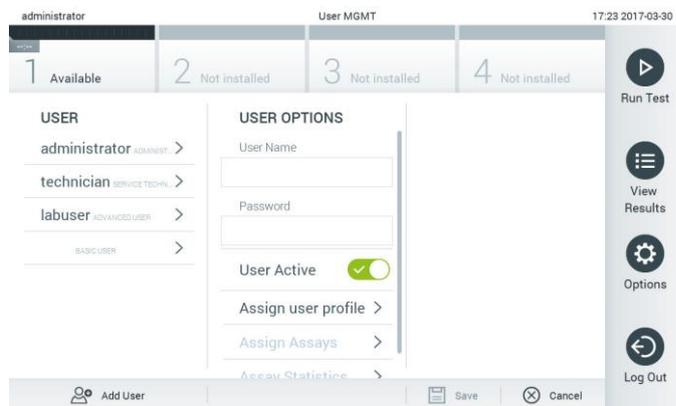

Figura 52. Adición de un usuario nuevo.
1. Pulse el botón Options (Opciones) y, a continuación, el botón User Management (Administración de usuarios) para configurar los usuarios. Aparecerá la pantalla User Management (Administración de usuarios) en la zona de contenido de la pantalla (figura 52).